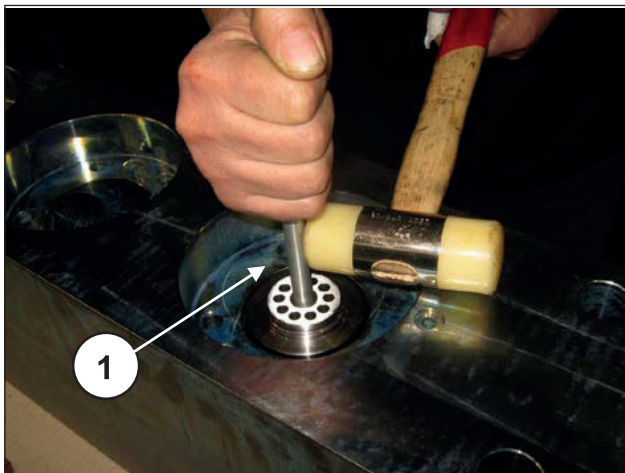

Abb. 177
Lösen Sie die ggf. durch Kalk oder Oxid am Kopf verklemmten Ventilsitze, indem Sie einen Aluminium- oder Kunststoffdorn in die Auslassöffnung einsetzen (Art. ①, Abb. 177).